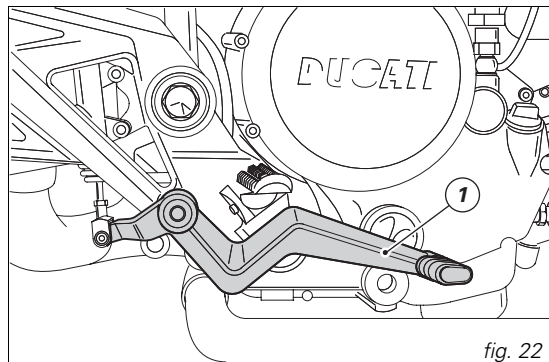

fig. 22
**Pedale comando freno posteriore** (fig. 22)